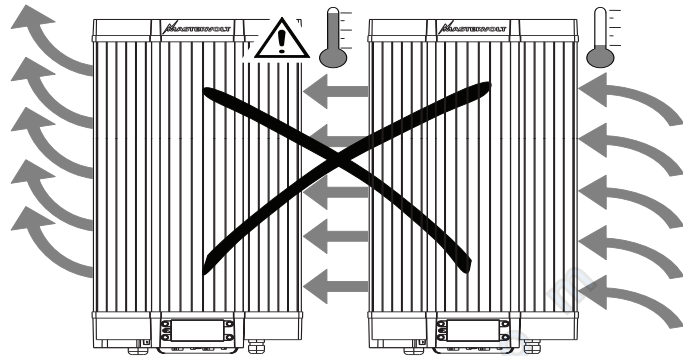

Abbildung 5
- Halten Sie, wenn mehrere Sunmaster nebeneinander installiert werden, einen Abstand zwischen den Wechselrichtern von mindestens 50 cm (Abbildung 5). Wenn dies nicht möglich ist, müssen ausreichende Maßnahmen ergriffen werden, um zu verhindern, dass ein Wechselrichter den anderen erwärmt (Abb. 4).